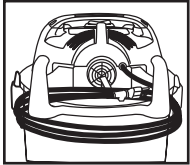

FIGURA 29
51. Antes de almacenar su aspiradora, deberá vaciar y limpiar el depósito. Puede enrollar el cable eléctrico alrededor de las envolturas de cable provistas en la tapa del depósito en la parte posterior de la unidad. **FIGURA 29.**